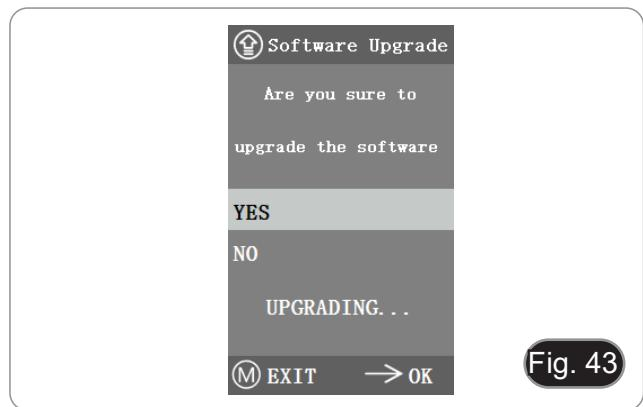

Fig. 43
1. Selecione "Yes" para actualizar, e aparecerá a seguinte mensagem: "UPGRADING" ... enquanto o sistema está a ser actualizado. (Fig 43)